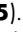

Rys. 4
- 5) Zamontuj uchwyt **12** na pojemniku na ciasto **15**. Wsuń uchwyt **12** dodatkowo wąskim końcem przez okrągły otwór pojemnika na ciasto **15** (**rys. 3**). Uchwyt **12** pasuje tylko w jednej pozycji przez otwór, oznaczenie **16** wskazuje przy tym na symbol  na pojemniku na ciasto **15**. Dokręć uchwyt **12** w prawo, aż oznaczenie **13** na uchwycie **12** wskaże na symbol  (**rys. 4**):